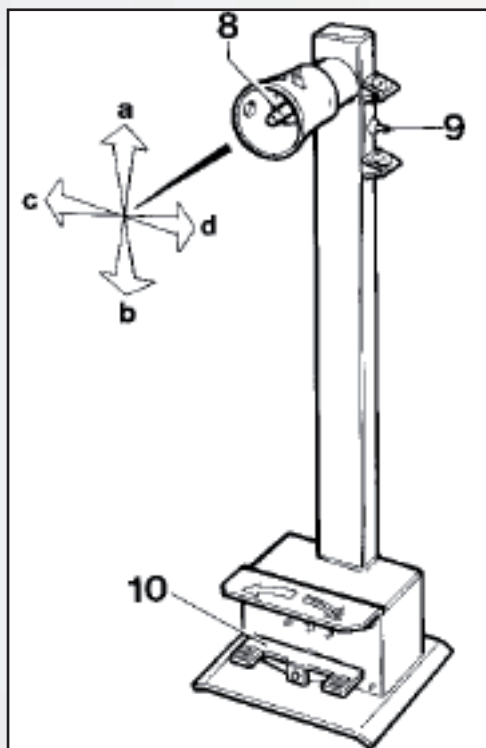

Рисунок 7
Мобильная стойка управления (рис.7) позволяет оператору выбрать рабочее положение, наиболее удобное для каждого из случаев. На этой стойке сконцентрированы все команды, а именно: манипулятор 8 (рис.7) в положении «а» поднимает кронштейн самоцентрирующейся цапги; в положении «b» - его опускает; в положении «с» приближает инструментальную каретку и мобильную платформу к самоцентрирующейся цапге; а в положении «d» - отдаляет.
- выключатель 9 (рис.7): при повороте вверх открывает зажимы самоцентрирующейся цапги (блокирует); при повороте вниз закрывает зажимы (разблокирует).
- педаль 10 (рис.7): при нажатии на правую или левую сторону вращает самоцентрирующую зажимную цапгу соответственно направлению стрелок.